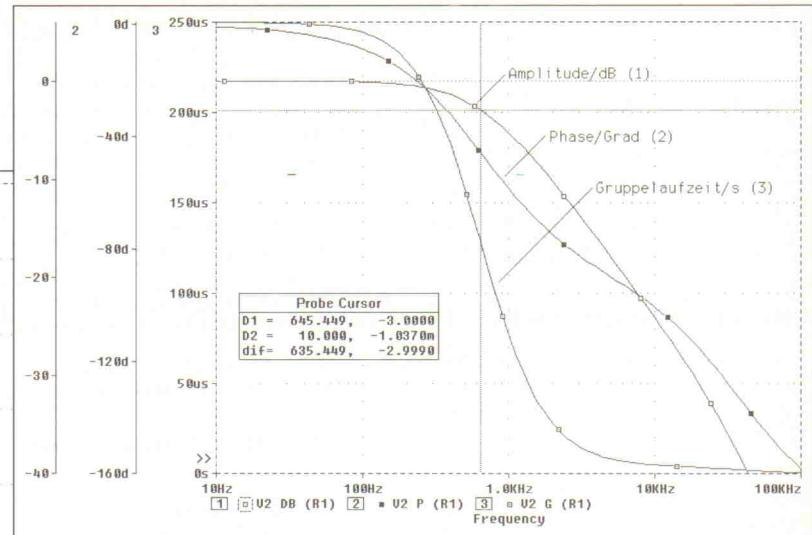

Bild 3. Amplitudenverlauf dB-skaliert sowie Phase und Gruppenlaufzeit der Ausgangsspannung V(2) in PROBE.
auch die Ausgabe in Dezibel VDB(2) oder Real- und Imaginärteil VR(2) beziehungsweise VI(2) der Übertragungsfunktion. Bild 3 zeigt das LC-Filter mit dB-skaliertem Amplitudenverlauf, Phasengang und Gruppenlaufzeit im Bereich 10 Hz...100 kHz. Man sieht, daß die Phasenverschiebung zunächst gegen 90° läuft und oberhalb 20 kHz weiter gegen 180° abfällt. Die Gruppenlaufzeit geht für hohe Frequenzen gegen Null. Um den genauen Wert für die -3-dB-Eckfrequenz zu erhalten, positioniert man den Cursor mittels des Befehls s f le(-3) [search forward level(Pegel)] im Menü 'Tools', Untermenü 'Cursor', 'Search-Commands' auf exakt diesen Punkt und kann die Größe direkt ablesen.